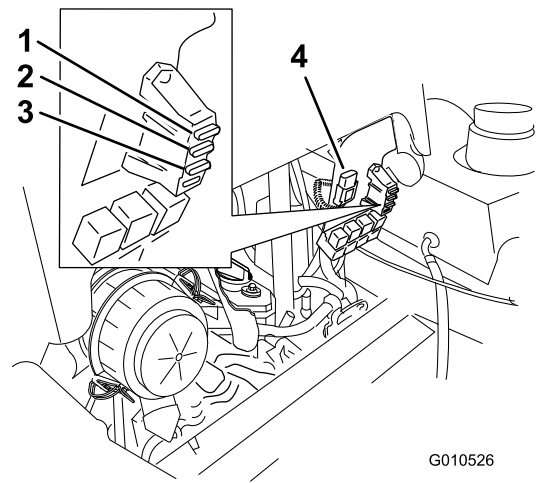

Figura 56
2. Para cambiar un fusible, tire del fusible para retirarlo (Figura 56).